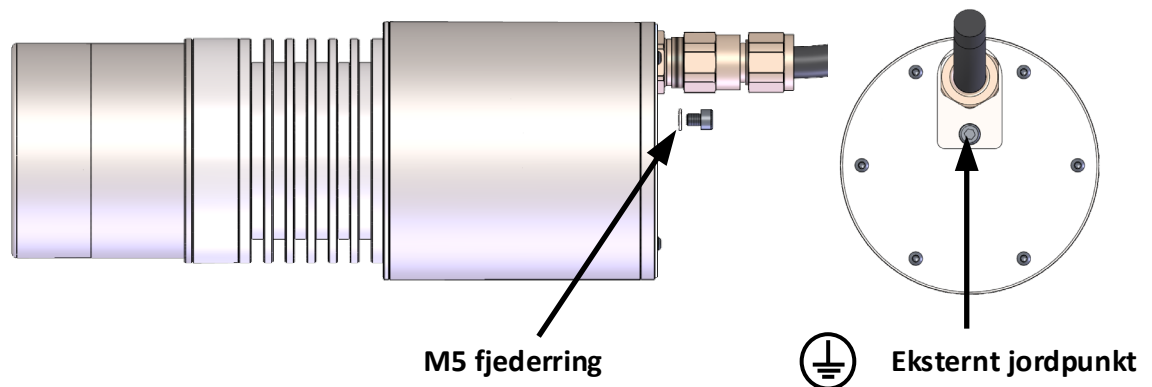

Fig. 4: Eksternt jordpunkt
- Sørg for at sensoren, monteringskomponenterne og kabinettet har tilstrækkelig jordforbindelse. Sensoren skal være jordforbundet ved brug af en kableder $\geq 4 \text{ mm}^2$ (11 AWG). Den medfølgende M5-fjederskive skal bruges, når jordkablerne forbindes (Fig. 4).